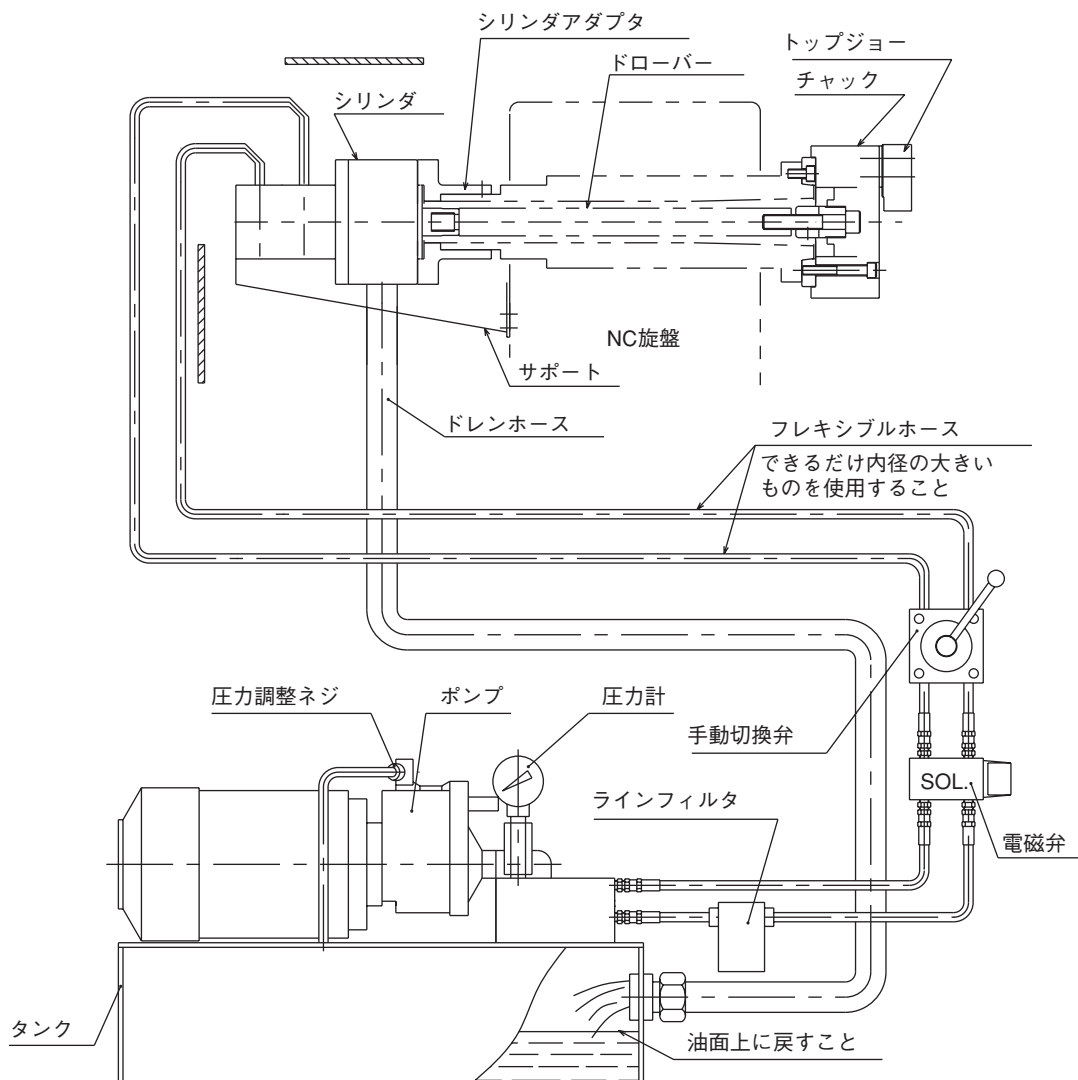

図 20
- ・ドレンは必ず油圧ユニットの油面上に戻すこと。(図20参照)